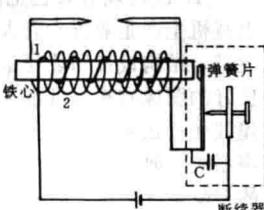

图 4
如图 4 所示。电容器 C 为削弱触头处的火花而设。
4. 电磁感应 通电线圈能使铁芯具有磁性, 在自动化控制电路中常用来作继电器, 如图 4 中的断续器即是。绕有通电线圈的铁芯成为电磁铁, 能够吸附铁磁性物质。通过控制线圈中的电流通断来控制触点的吸合与断开, 达到自动控制的目的。其他各种电磁阀、断续器的原理都是如此。